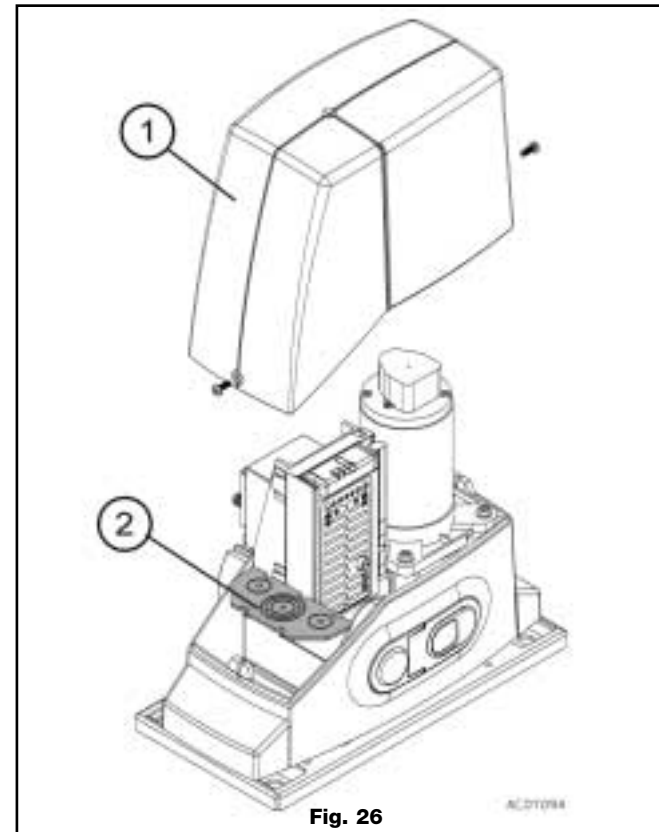

Fig. 26
- a) Afin d'accéder à l'unité de contrôle, démonter le couvercle du moto-réducteur (1 fig. 26) après avoir retiré les deux vis de fixation latérales (opération qui a déjà été réalisée au moment du placement et de l'installation du moto-réducteur).
- b) Ouvrir dans le porte presse étoupe (2 fig. 26) les trous prédécoupés, introduire les presse étoupes adaptés au niveau de protection, et ensuite passer les câbles nécessaires à l'intérieur des presse étoupe, (séparer les câbles de 230 V des câbles à très basse tension).